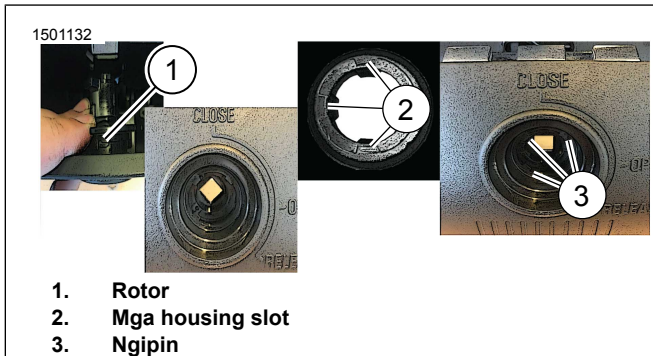

Figure 7. Housing
- Figure 7 Iposisyon ang rotor (1) gamit ang kamay.
- Figure 7 Ihanay ang tatlong slot (2) ng housing sa tatlong ngipin (3) ng release lever.